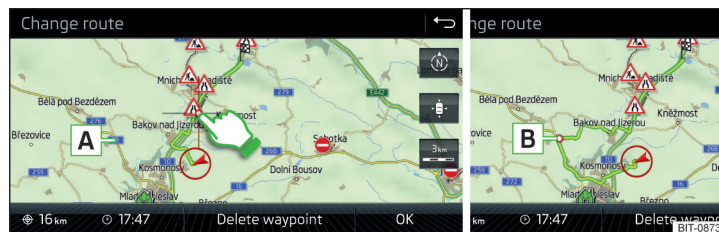

Abb. 228 Routenänderung in der Karte / Routendurchfahrtspunkt
- ▶ Den Bildschirm im Routenbereich berühren und den Kreuzpunkt auf die gewünschte Stelle in der Karte (z. B.  » Abb. 228) verschieben.
Der Durchfahrtspunkt  » Abb. 228 wird in die Route eingefügt.